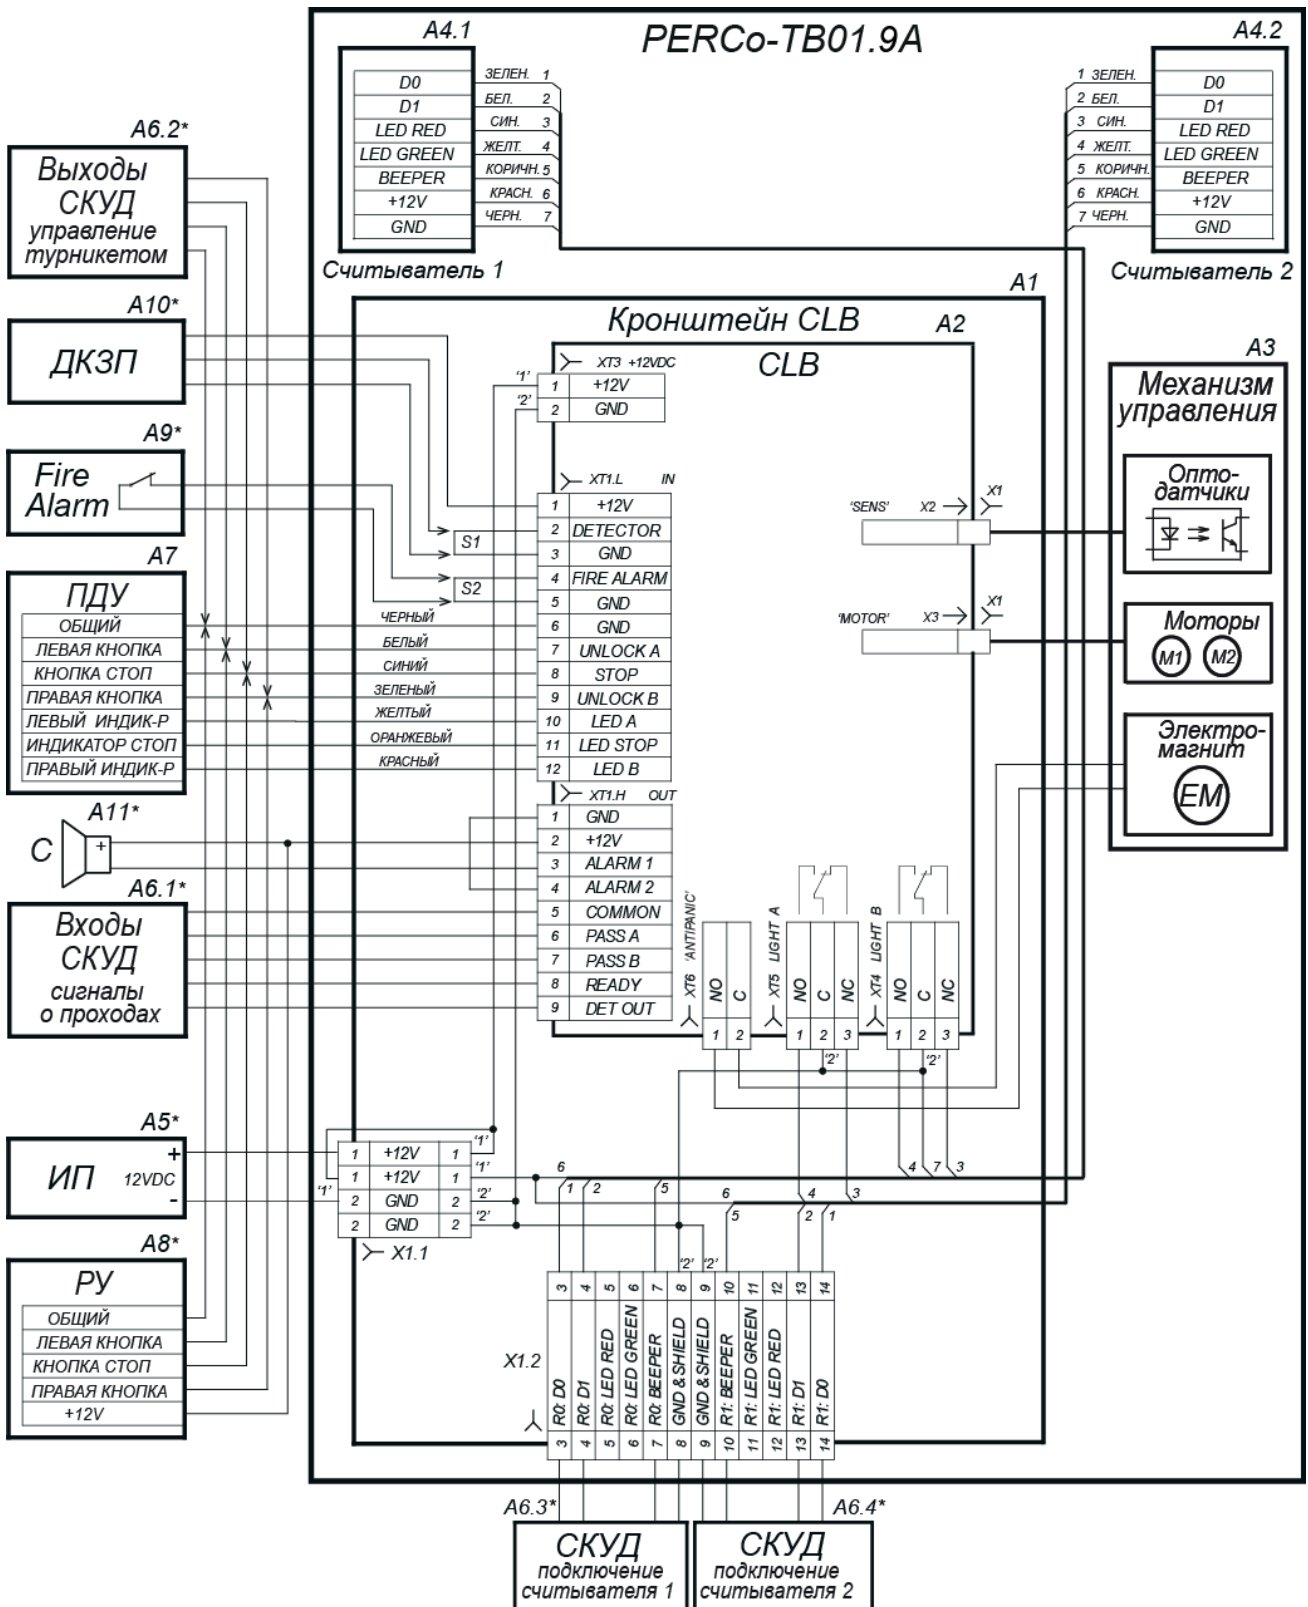

Рисунок 13. Схема электрических соединений турникета¹
5. Демонтируйте заглушки стойки (7), открыв ключом замки (8). Установите стойку турникета на гильзы анкеров и закрепите ее болтами *M10*.
6. Снимите крышку турникета (3), отвернув ключом установочный винт (14) (см. разд. 6).
7. Подключите кабель питания (11) к клеммной колодке **X1.1** (см. рис. 13).
9. Подключите при необходимости кабели от других устройств к соответствующим клеммным колодкам платы управления (см. рис. 5 и рис. 13).
12. После подключения всех кабелей и крепления стойки к полу установите на место крышку (3) (см. разд. 6), заглушки стоек (7) в порядке, обратном снятию.
Подключение контроллера к плате управления производится в соответствии с рис. 13.
Передача данных от считывателей осуществляется по интерфейсу *Wiegand*. Подключение считывателей к контроллеру СКУД необходимо производить экранированным кабелем в соответствии с рис. 13.
* Линии управления светодиодной индикацией считывателей при производстве подключены к клеммным колодкам **XT4**, **XT5** платы управления (см. рис. 13). Для осуществления внешнего управления индикацией от контроллера СКУД необходимо отключить оранжевые и фиолетовые провода считывателей от разъемов **XT4**, **XT5** платы управления, и подключить их к соответствующим контактам выносной клеммной колодки **X1.2**.